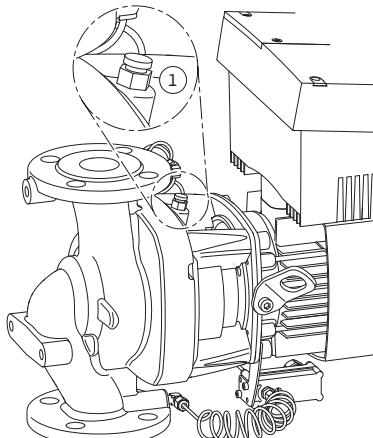

Fig. 47: Odzračni ventil
- Odzračite pumpe otpuštanjem odzračnih ventila (Fig. 47, poz. 1). Rad na suho uništava klizno-mehaničku brtvu pumpe. Senzor diferencijalnog tlaka ne smije se odzračiti (opasnost od uništenja).